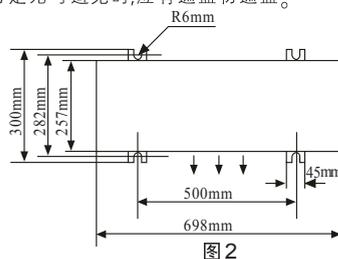
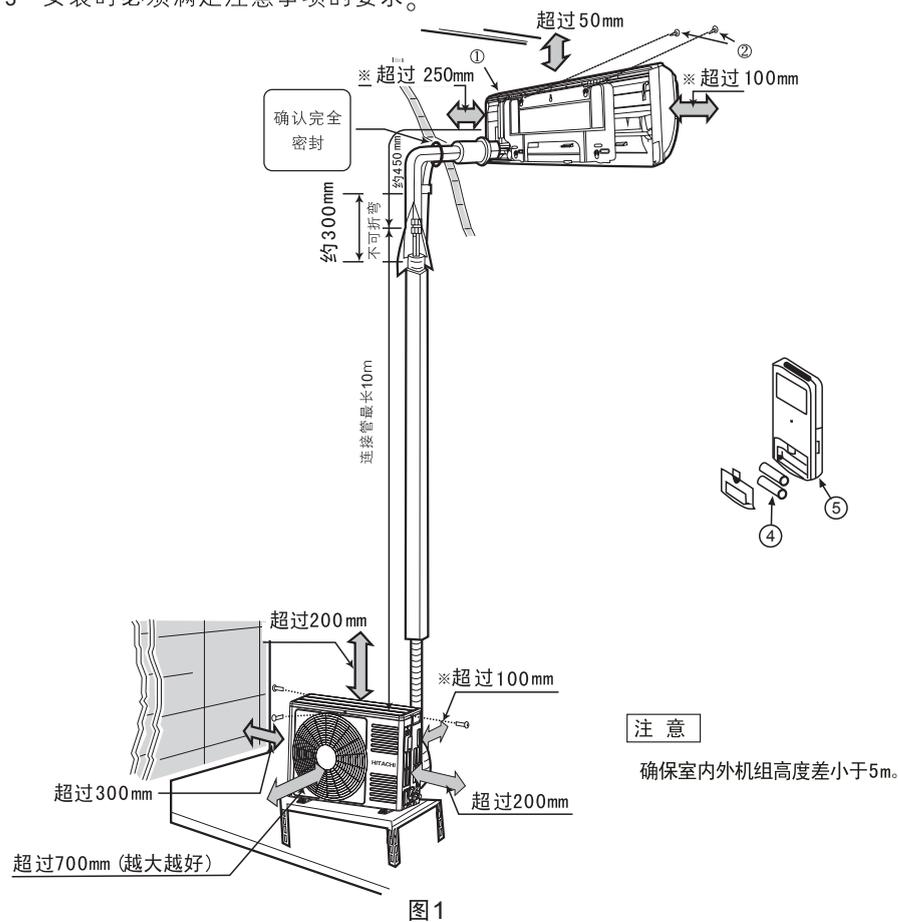

图2
图1
(1) 为了便于修理,室内机组旁边应如图1般保留空间。
(1) 室外机组的安装必须保留大于如图1所示距离,并尽可能远离障碍物,避免障碍物妨碍通风系统。
(2) 尽量安装于房屋的东或北方。如装于南或西方是无可避免时,应有遮盖物遮盖。
(3) 最好不要安装在污秽或雨淋的地方。
(4) 尽量靠近室内机组安装。
(5) 室外机外形尺寸及安装固定孔位置见图2
- 1 示意图1是连接配管安装成形。
- 2 根据总装示意图1结合对应附件按要求牢固安装。